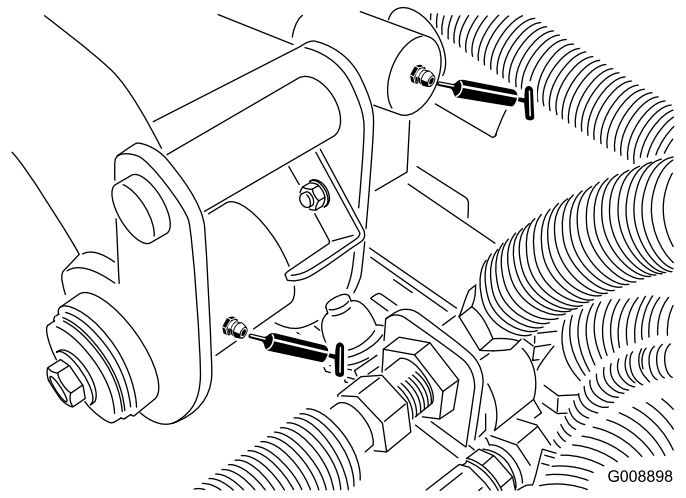

Figure 51
- Pivot de bras de relevage arrière et vérin de relevage (2) (Figure 51)